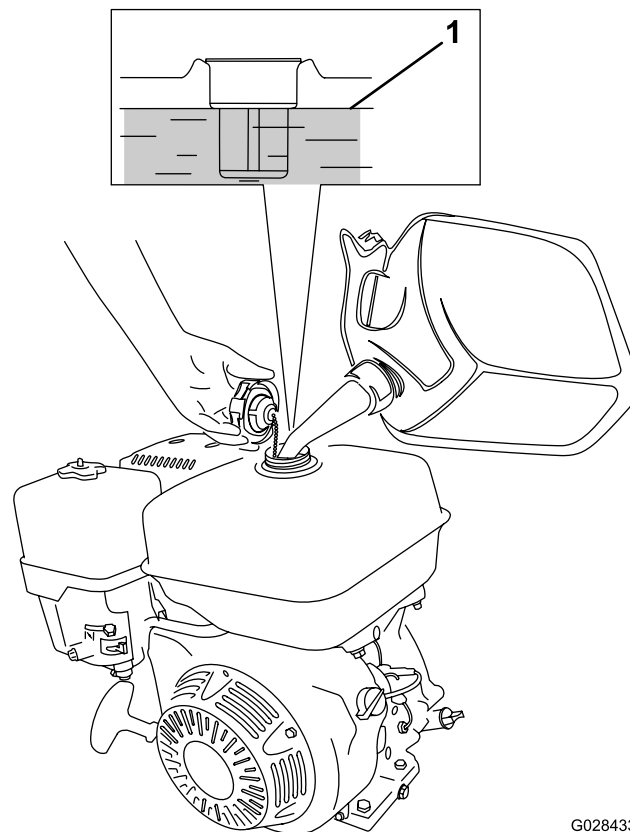

Рисунок 14
1. Очистите область вокруг крышки топливного бака и снимите крышку (Рисунок 14). Заполните